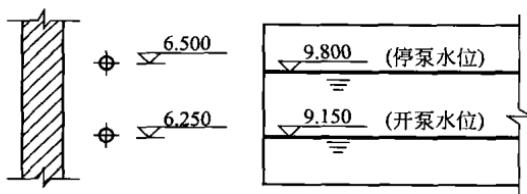

图 1-3 剖面图中管道及水位标高标注法
3) 剖面图中，管道及水位的标高应按图 1-3 的方式标注。